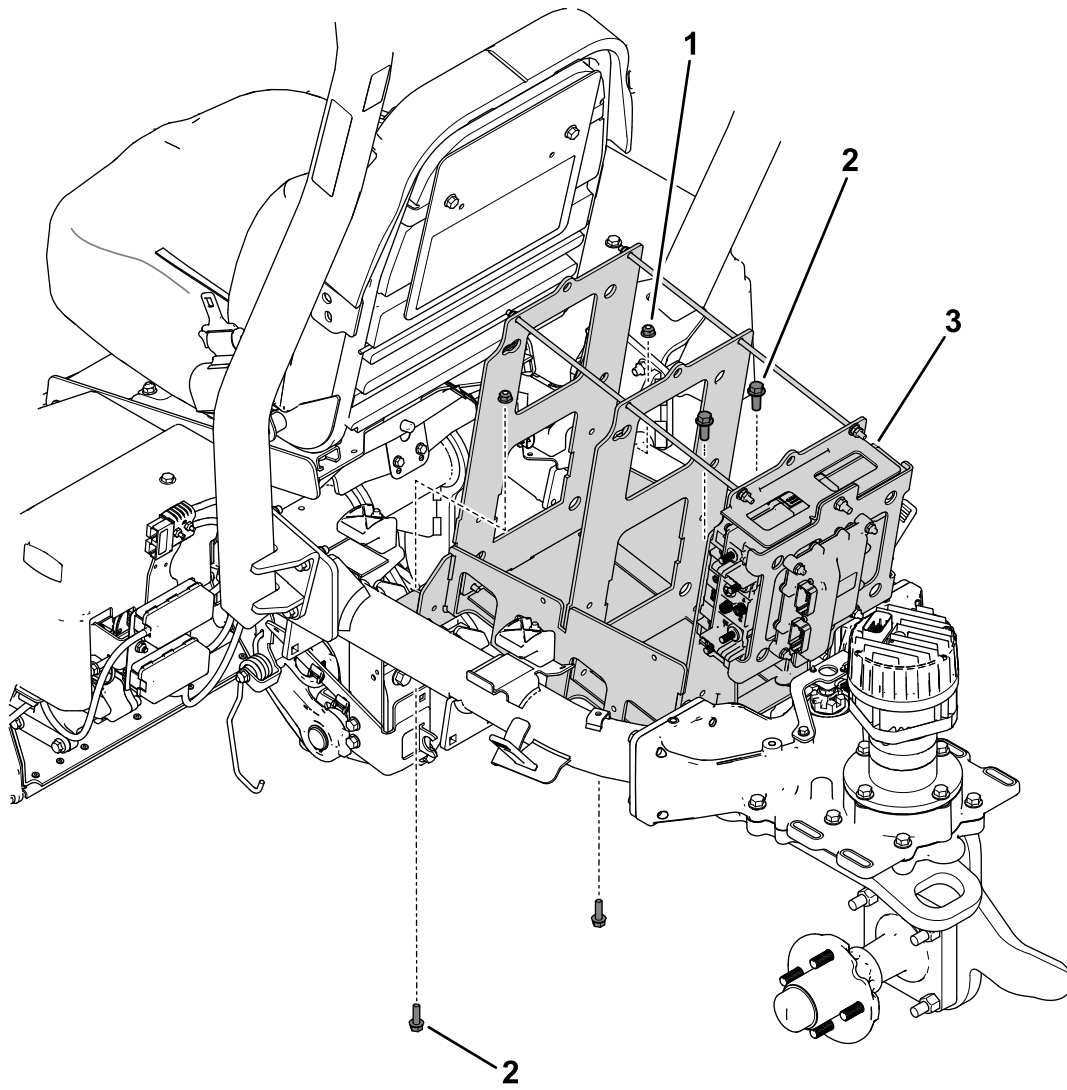

**Bild 4**
- Entfernen Sie die Befestigungsteile (**Bild 4**), mit denen die seitlichen Akkuhalterungen am Maschinenrahmen befestigt sind.